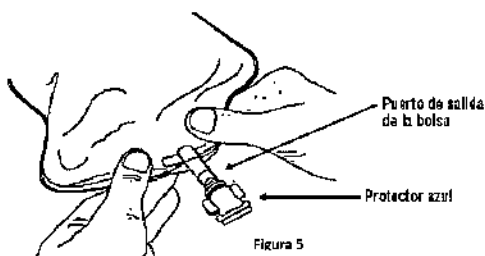

Figura 5
1. Visualizar el protector en el puerto de salida de la solución de diálisis y el puerto de inyección para medicamentos. Doblar hacia abajo el puerto de inyección para medicamentos en la bolsa para que sea posible el perfecto posicionamiento de la Pinza en el puerto de salida de solución Dianeal. Ver Figura 5.